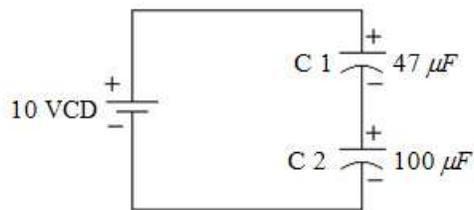

Figura 2.6 Capacitores en serie
- i) Arme el circuito de la figura 2.6, cuidando la polaridad de los capacitores.